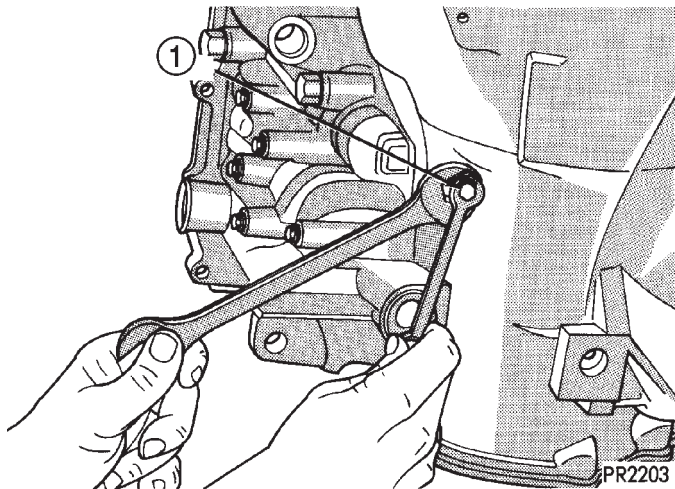

Fig. 17 Contratuerca del tornillo de ajuste de la correa de retirada
(18) Afloje la contratuerca del tornillo de ajuste de la correa de retirada (Fig. 17).